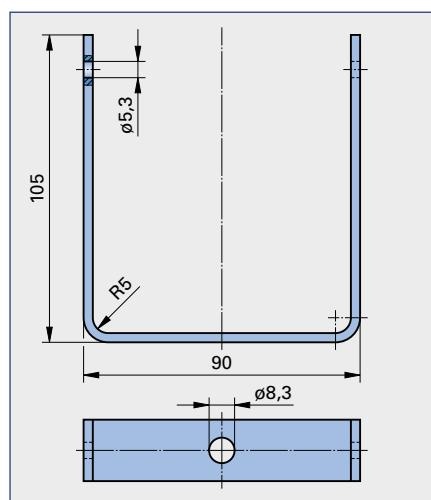

Bild 3
- Der Lampenbügel Pos. 3 (**Bild 3**) soll aus einem Flachstab EN 10058 – 20 × 3 M Stahl DIN EN 10025 – S235JR hergestellt werden.